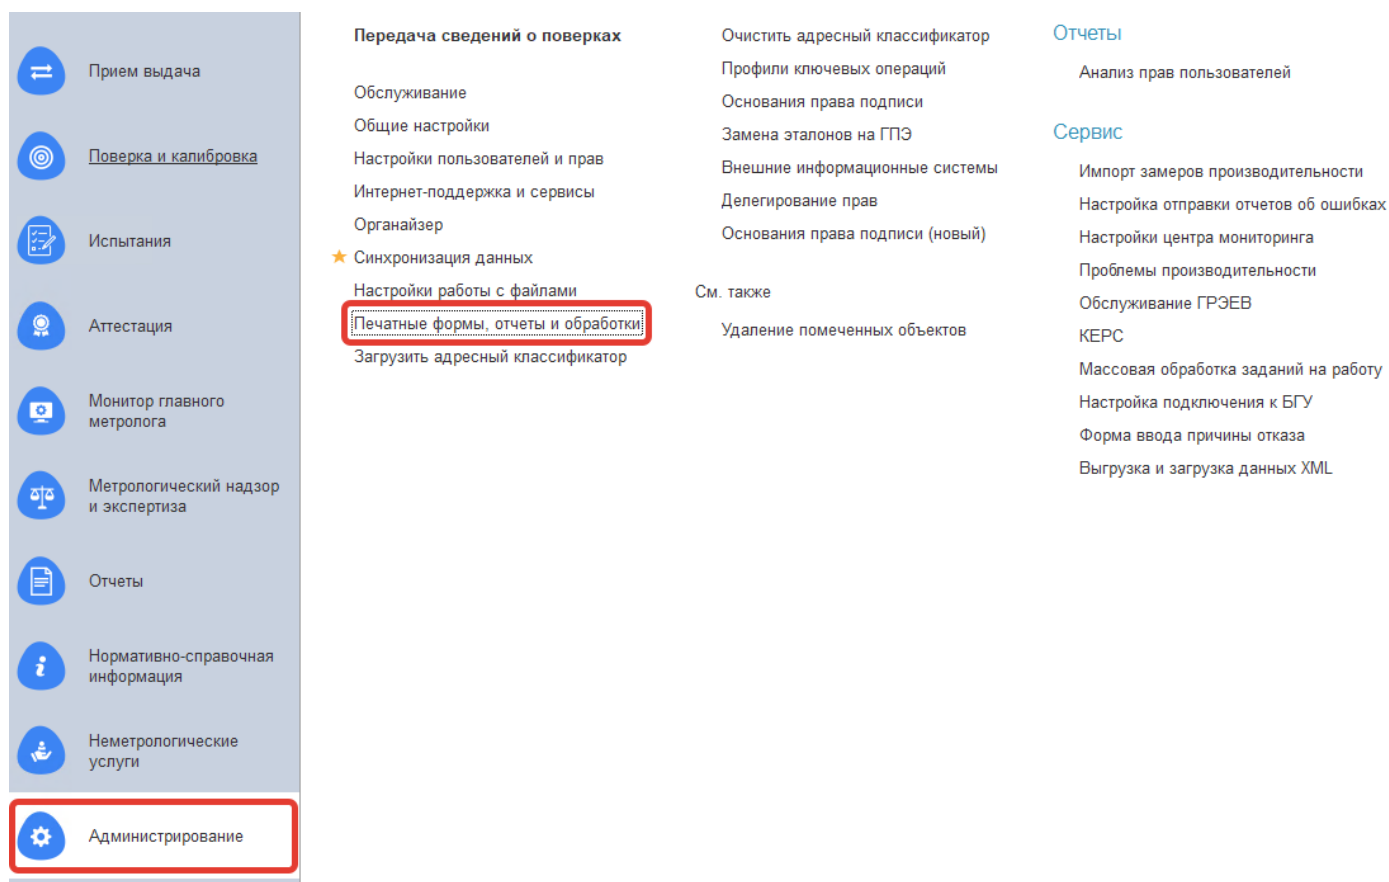

Рисунок 5
2. Далее переходим в раздел **Администрирование**, подраздел **Печатные формы, отчеты и обработки** (рис.5):